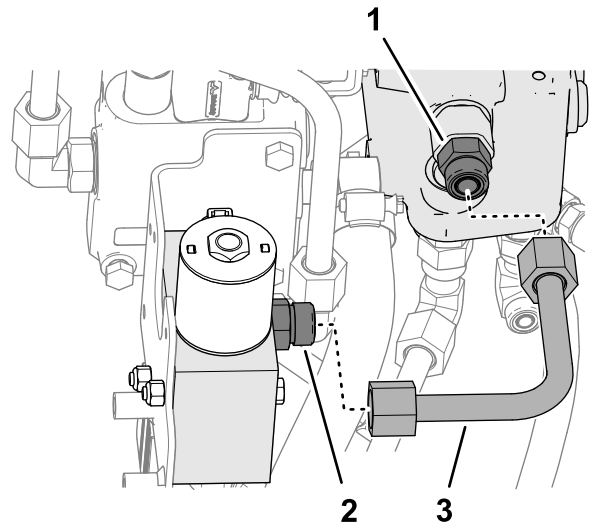

Bild 22
1. Montieren Sie das L-förmige Rohr an das gerade Anschlussstück in Anschluss C des Niedrigflussventils und das gerade Anschlussstück in Anschluss T-1 des Ladearmventils (Bild 22).